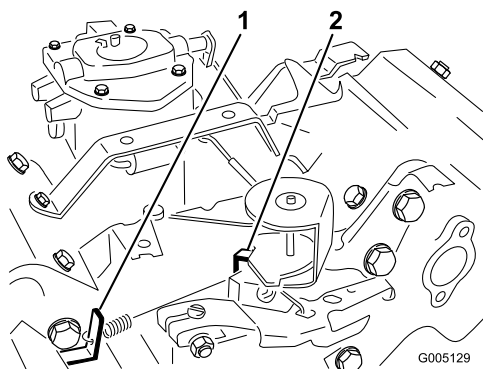

Figura 36
3. Dobre a patilha do fixador de mola do ralenti (Figura 36) para obter uma velocidade ao ralenti de 1.625 ± 50 RPM. Verifique a velocidade com um conta-rotações.
5. Desloque a alavanca do regulador para a posição Fast (rápido). Dobre a patilha do fixador de mola da elevada velocidade (Figura 36) para obter uma velocidade elevada de 2.850 ± 50 RPM.